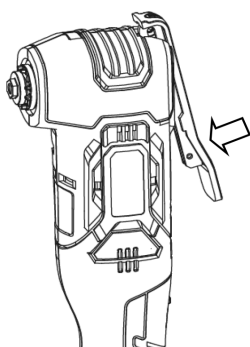

Рис. 7
2. Нажмите на рычаг (рис. 7). Вал с зажимным патроном выдвинется вперёд.